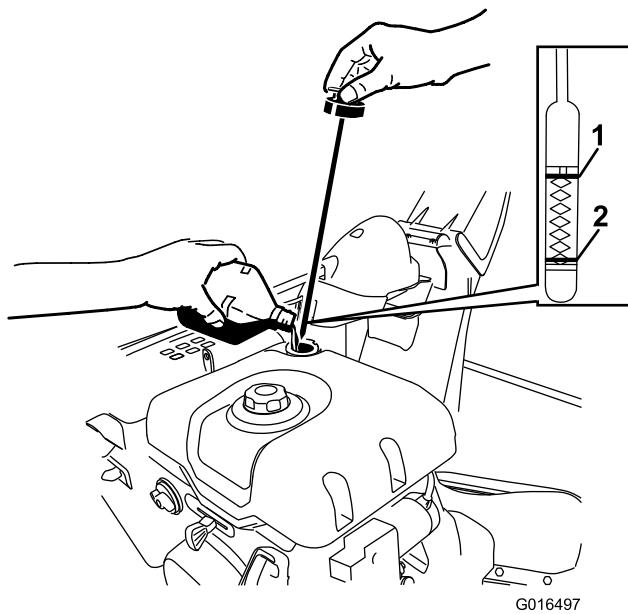

Figura 50
A. Rimuovete l'asta di livello e versate lentamente l'olio nel relativo tubo di riempimento per portarne il livello al segno di pieno sull'asta di livello (Figura 50). **Non riempite troppo.**